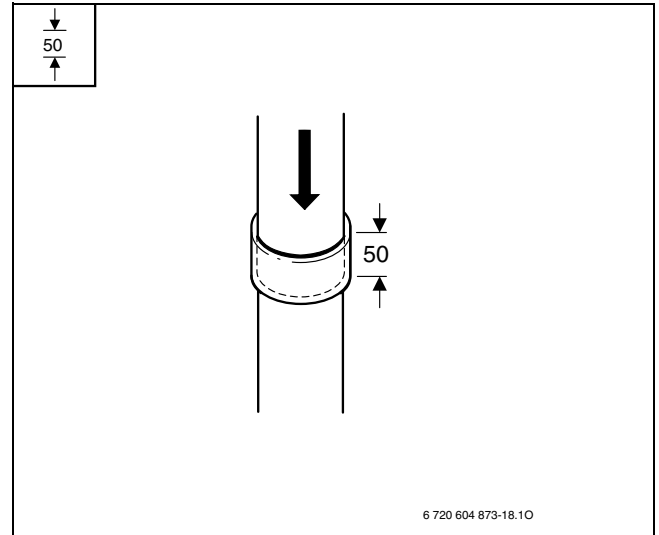

Рис. 36
►Вставляйте деталі повітрязабірного / газовивідного приладдя до упору (в цьому випадку: глибина посадки становить 50мм) (Рис. 36).